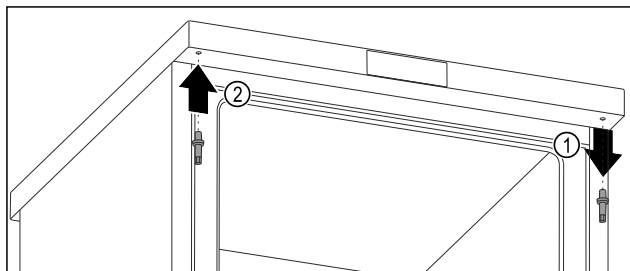

Fig. 14
- Odvrnite gornji svornjak s pomoću vanjskog šesterostranog ključa. Fig. 14 (1)
- Pritegnite svornjak na suprotnoj strani s pomoću vanjskog šesterostranog ključa. Fig. 14 (2)